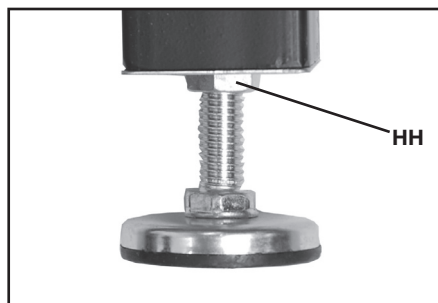

FIG. 14A
Una vez que haya colocado las patas, ajuste la tuerca de inmovilización (HH), Fig. 14A, hacia arriba contra la pata.